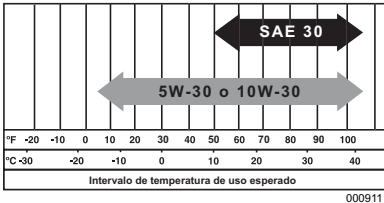

Figura 2-2. Aceite recomendado
4. Consulte la Figura 2-2. Agregue aceite de motor recomendado hasta la parte inferior del orificio de llenado de aceite (A). Solo se recomiendan aceites detergentes de alta calidad, clasificados para servicio SJ o superior. NO use aditivos especiales. Consulte la Figura 2-2. El clima determina la viscosidad adecuada del aceite del motor.